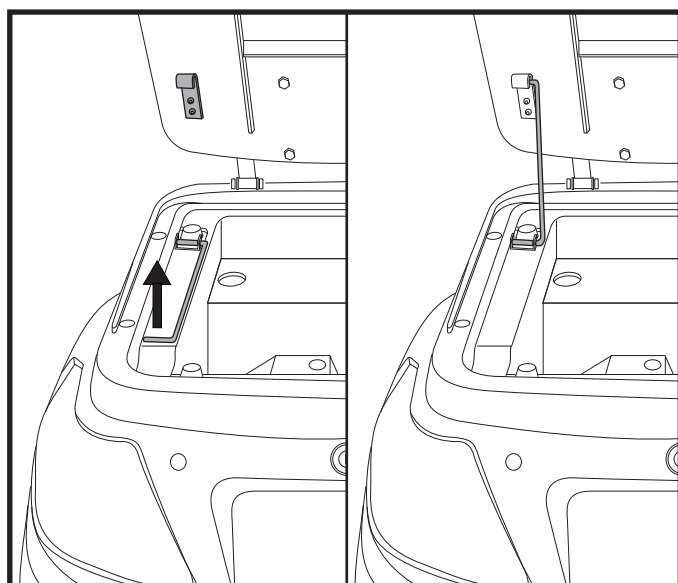

Figure 6. Tige de support du siège
3. Une fois que le siège est levé vers l'avant, engagez la tige de support du siège sur le côté gauche pour sécuriser le siège en place. **Voir la figure 6.**